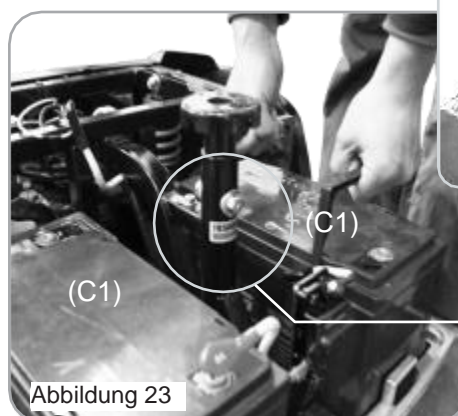

Abbildung 23
4. Nehmen Sie die beiden Akkus (C1) heraus (Abbildung 23).